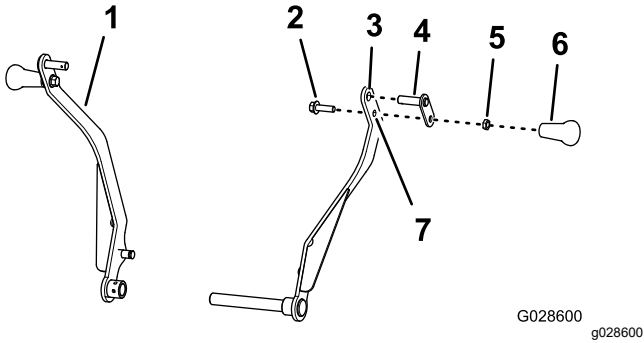

Figura 5
1. Montai fusul de basculare prin orificiul superior al braului de susinere (Figura 5).
3. Montaî urubul ($\frac{3}{8}$ x 1 $\frac{1}{4}$ inch) prin orificiul inferior al braului de susinere i opritorul fusului de basculare (Figura 5) cu o contrapiuliă ($\frac{3}{8}$ inch) i strângei contrapiulia la un cuplu de 15 - 17 Nm.
4. Înurubai mânerul pe urub ($\frac{3}{8}$ x 1- $\frac{1}{4}$ inch), împingei mânerul pe contrapiuliă i strângei-l manual (Figura 5).
5. Repetai paî 1 - 4 pentru celălalt bra de susinere (Figura 5).